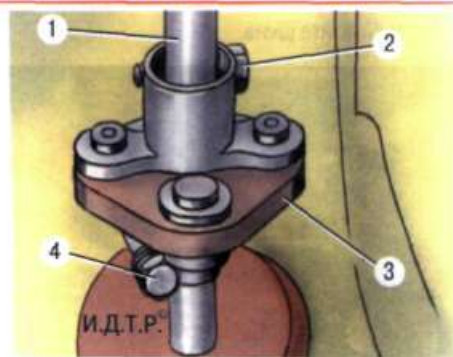

Рис. 8.5. Муфта вала рулевого колеса: 1 – вал рулевого колеса; 2 – верхний стяжной болт; 3 – муфта; 4 – нижний стяжной болт
19. Установите детали и рулевой механизм в порядке, обратном снятию. При установке рулевого механизма обратите внимание на то, чтобы рейка находилась в среднем (нейтральном) положении, размер А (рис. 8.4) между осью симметрии головок рулевых тяг и углублением посадочного места левой резиновой опоры составлял 325 мм, а положение рулевого колеса соответствовало прямолинейному движению. При этом стяжной болт 2 (рис. 8.5) клеммового соединения фланца муфты с хвостовиком вала рулевого колеса должен находиться в горизонтальном положении и поверх рулевого вала.